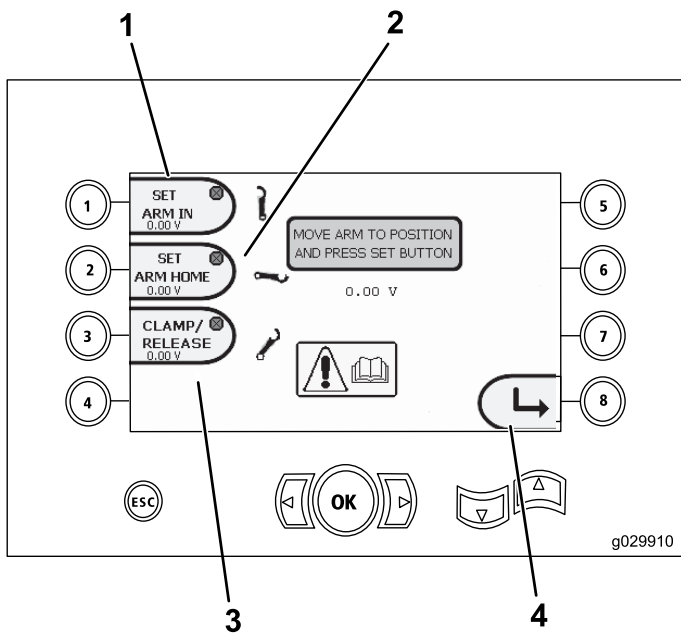

Figura 19
- Botón 1 – Fijar el brazo en la posición de Dentro (Figura 19)
- Botón 2 – Fijar el brazo en la posición de Inicio (Figura 19)
- **(Versiones de software K y superiores únicamente)** Botón 3 – Sujeción/Liberación (Figura 19)